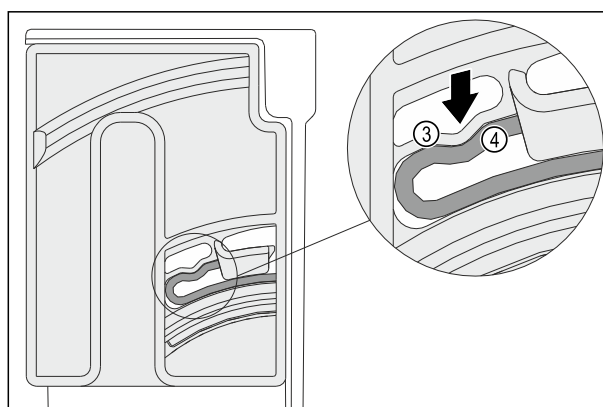

Fig. 129
- Elastisches Element Fig. 129 (3) der Dreheinheit rastet hörbar in der Rundform der Rippe Fig. 129 (4) ein.